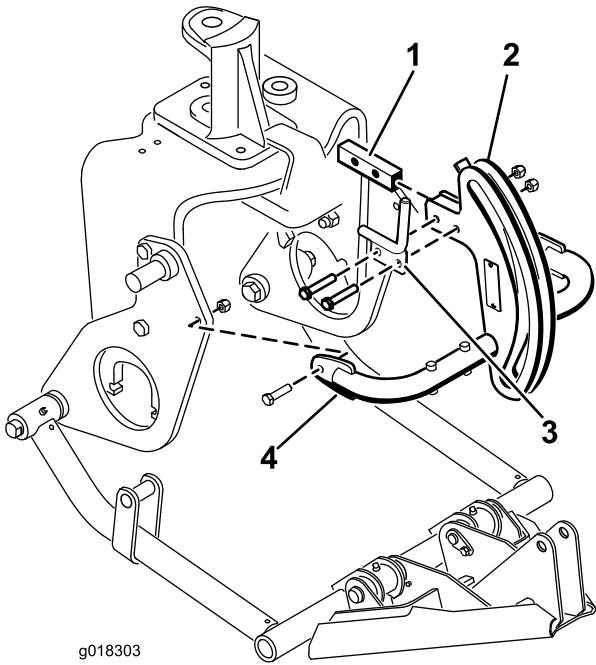

Bild 9
- Befestigen Sie die Oberseite des Anbauvorrichtungsrahmens und die Schlauchführung mit zwei Schrauben (3/8 x 2 Zoll) und Muttern (Bild 9) an der Halterung des Anbauvorrichtungsrahmens.
an den Befestigungsplatten (Bild 9). Ziehen Sie die Befestigungen an.